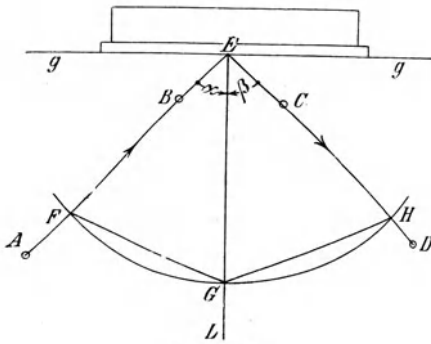

Fig. 114.
**Anleitung.** a) Hefte mit Reißnägeln den Bogen auf das Zeichenbrett. Ziehe die Gerade  $g$  (Fig. 114). Stelle den Spiegel so auf das Papier, daß die untere Kante der versilberten Vorderfläche genau mit  $g$  zusammenfällt. Stecke die Nadel  $B$  nahe beim Spiegel und